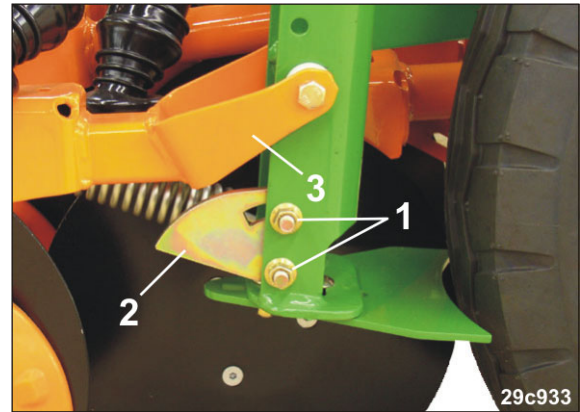

Fig. 178
2. Løsn møtrikkerne (Fig. 178/1).
3. Indstil yderskærets såsædsplaceringsdybde (Fig. 178/3) ved at dreje kurveskiven (Fig. 178/2).